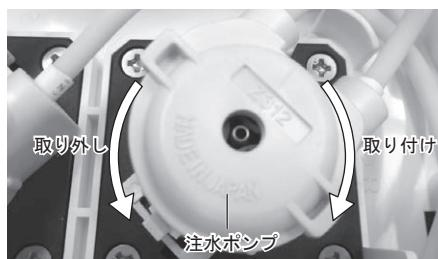

図37
- 5) 注水ポンプを左に「カチッ」というまで回して、そのまままっすぐ引き抜いてください。(図 37)
- 8) 新しい注水ポンプをモーター軸にゆっくり挿し込み、右に「カチッ」とロックするまで回し取り付けてください。(図 37)